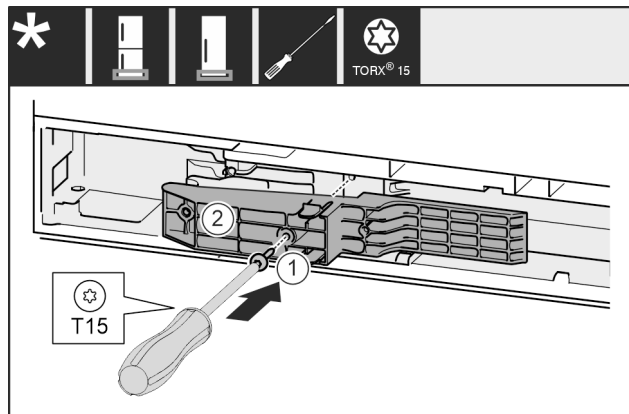

Fig. 67 \*
- ▶ Adapterstuk Fig. 67 (1) aan de greepzijde in de uitsparing plaatsen.\*
- ▶ Schroef Fig. 67 (2) met een schroevendraaier vastschroeven.\*